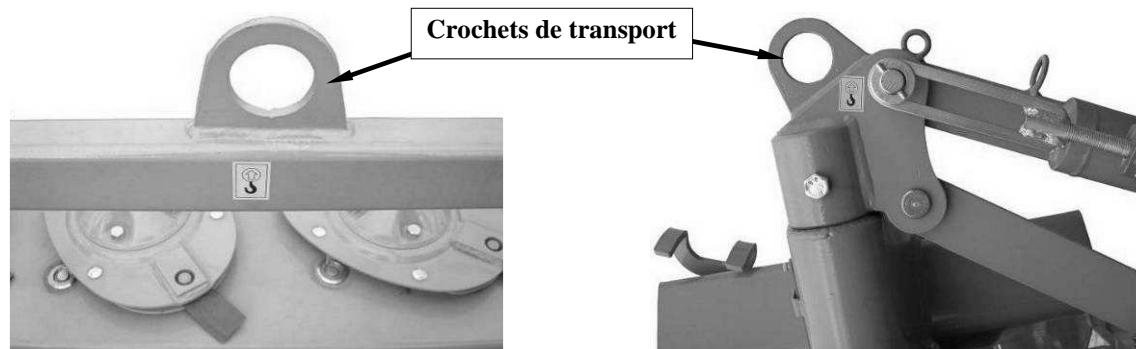

Fig. 5. Lieux d'arrimage pour levage
- ❑ Arrimer les dispositifs de levage uniquement aux endroits indiqués sur la machine et marqués par un signe de crochet (**Fig. 5**).